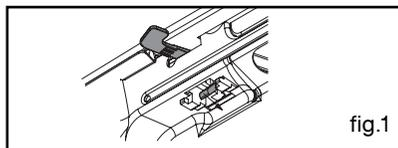

fig.1
Prima a presilha que se encontra por debaixo do painel, até à engrenagem do sistema e depois feche a porta (fig.1).
- Para maior estabilidade, fixe o forno no móvel utilizando 2 parafusos através dos buracos previstos para esse fim nos pilares laterais (fig. 1)
### • Grelha de segurança antibasculamento (fig.1)